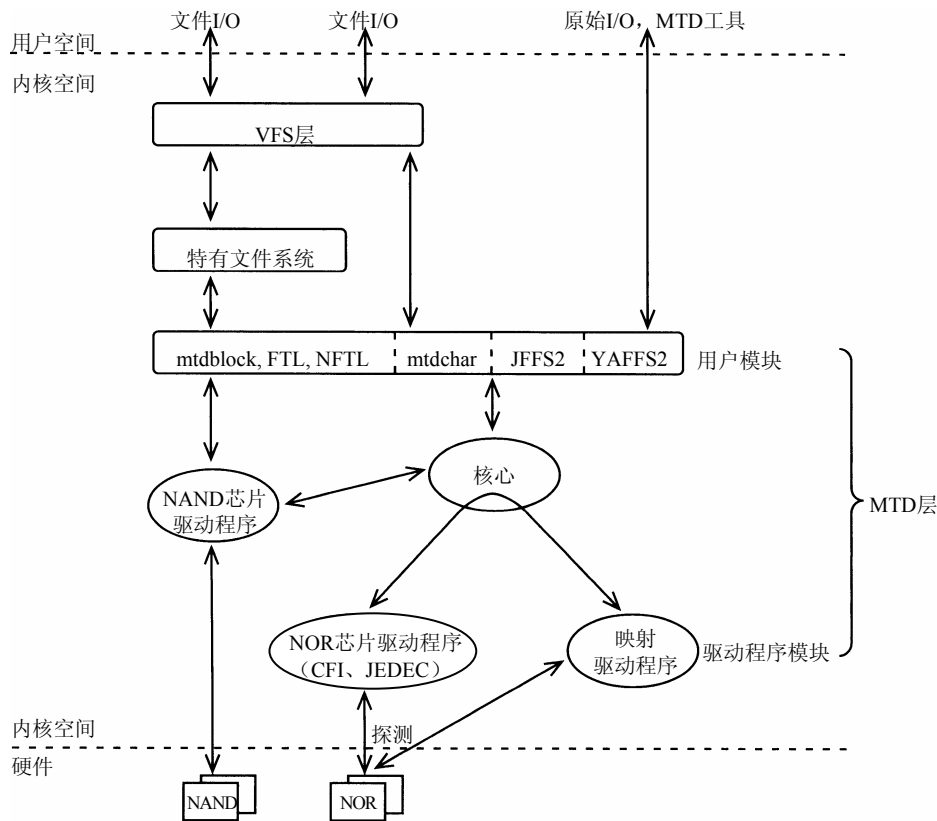

图17-1 Linux MTD子系统
① NAND闪存上有坏块实际上是常见的，详见17.5节。
- 内核的MTD子系统如图17-1所示，它支持闪存和类似的非易失性固态存储器，包含以下部分。